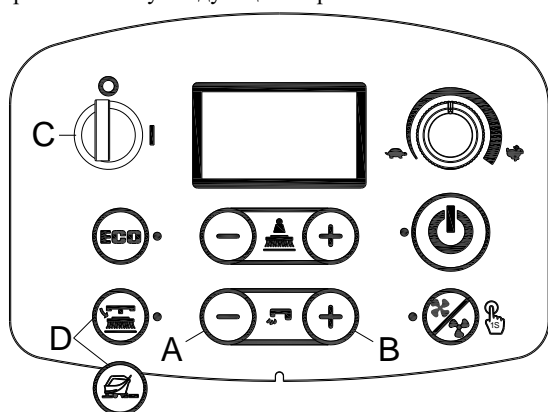
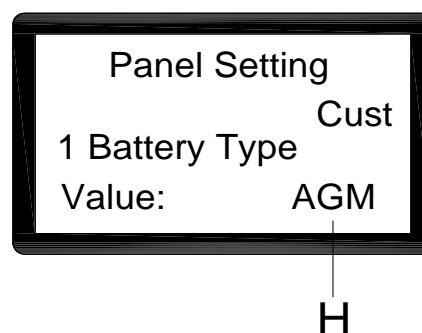

Рис. 5
Рис. 6
1. Нажмите кнопки потока воды «+» (А, Рис. 5) и «-» (В, Рис. 5) одновременно.
2. Вставьте ключ зажигания (С, Рис. 5) и поверните его в положение «I».
3. Через несколько секунд экран перейдет в режим выбора батареи (Рис. 6)
4. Нажмите кнопки потока воды «-» (А, Рис. 5) и «+» (В, Рис. 5) для выбора режима батареи (Н, Рис. 6)
5. Нажмите кнопку отпускания для версии диска или кнопку подготовки пола для орбитальной версии (D, рис. 5), Через 3 секунды отобразится сообщение «Update OK» (Обновление выполнено), что означает, что настройка установлена успешно. Включите машину для повторного запуска. (С, Рис. 5)